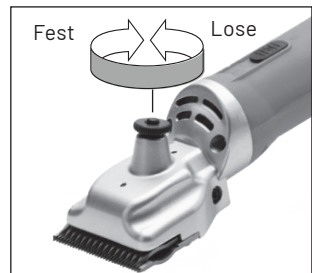

Abb. 1
2. Um die Schermesser einzustellen, drehen Sie die Stellschraube (2) fest, bis der erste Widerstand zu spüren ist (Abb. 1).